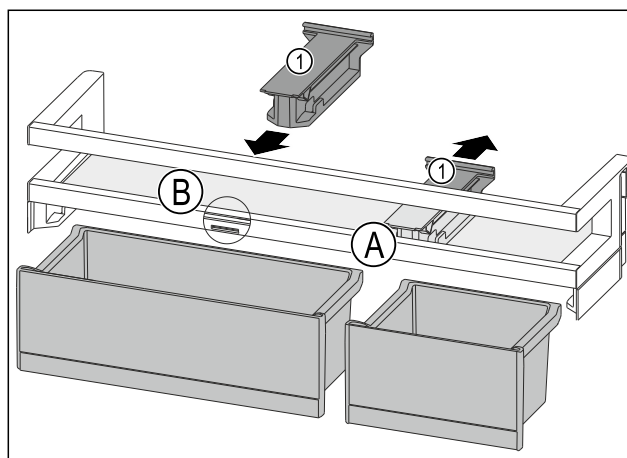

Fig. 78
- Træk holdesektionen Fig. 78 (1) tilbage i position Fig. 78 (A).
- Indsæt holdesektionen Fig. 78 (1) i position Fig. 78 (B).